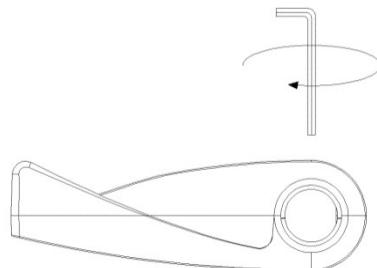

Abb. 7
6. Überprüfen Sie, dass der Regler sicher am Heizkörper befestigt ist (Abb. 7).